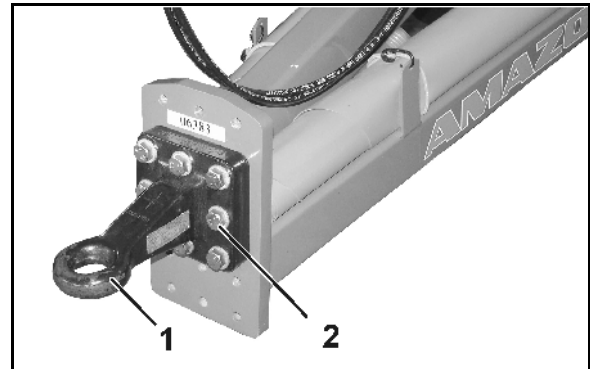

Fig. 48
Når maskinen er frakoblet, kan trækøjets højde (Fig. 48/1) tilpasses traktoren.
- o Løsn de skruer (Fig. 48/2), og skru trækøjet fast i den ønskede højde.